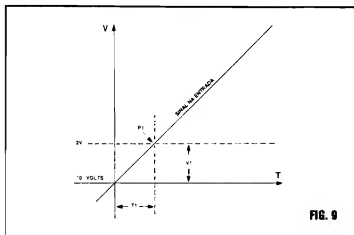

FIG. 9
- FIG. 9 - DETALHANDO A INTERPRETAÇÃO DO "LIMIAR"...
Para mais facilmente entender essa questão do exato "limiar" ou ponto de transição consistentemente reconhecido por uma Entrada C.MOS, vamos dar uma olhadinha no diagrama da fig. 9... Nele, um gráfico simula a aplicação de uma transição relativamente lenta de Tensão à dita Entrada, num "crescimento" da Tensão em função do Tempo, quase que em "rampa", sem "degraus" definidos... Observem que, durante todo o período de Tempo T_1 , embora "subindo" o nível ou valor da Tensão aplicada à Entrada, esta "verá" um nítido nível "baixo" ou "0", uma vez que o ponto de transição (em aproximadamente 2V...) não terá sido atingido... Já depois de decorrido o Tempo T_1 , com o valor de Tensão do sinal de Entrada ultrapassando o "limiar" de 2V, a Entrada passa a "reconhecer" um nível digital "alto" ou "1"... Com pequenas variações de parâmetro, o mesmo fenômeno ocorre se o nível de Tensão do sinal de Entrada se manifestar "descendo"... É sempre bom levar em conta esse fator (importante, na área DIGITAL...) do exato ponto de transição reconhecido pelos **gates** ou blocos lógicos "daquela" tecnologia... De um modo geral, é conveniente providenciarmos para que uma Entrada C.MOS DIGITAL sempre receba níveis muito definidos, lembrando